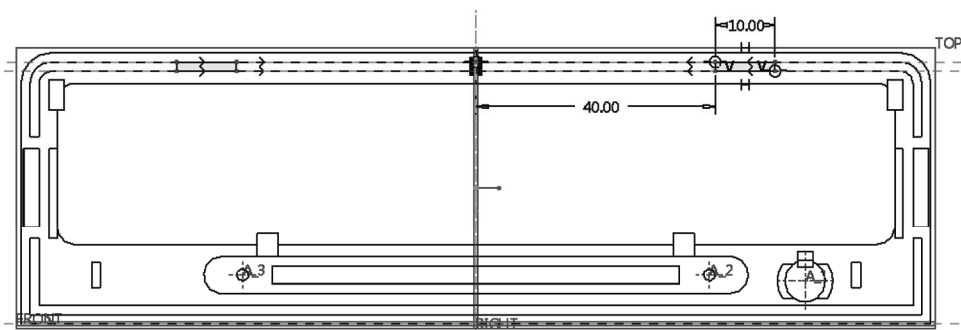

图 12-68 绘制截面
- 4) 指定绘图参考，绘制图 12-68 所示的截面，单击 (确定) 按钮。